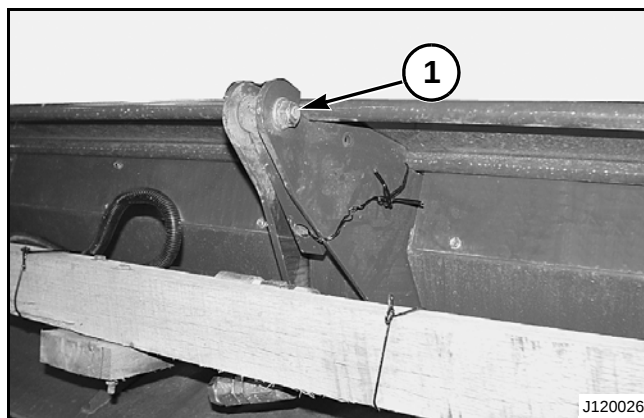

FIG. 3
FIG. 3: Conecte la grúa al eslabón central (1) del cabezal. Utilice la grúa para levantar la parte trasera del cabezal para que se pueda quitar la caja de despacho.